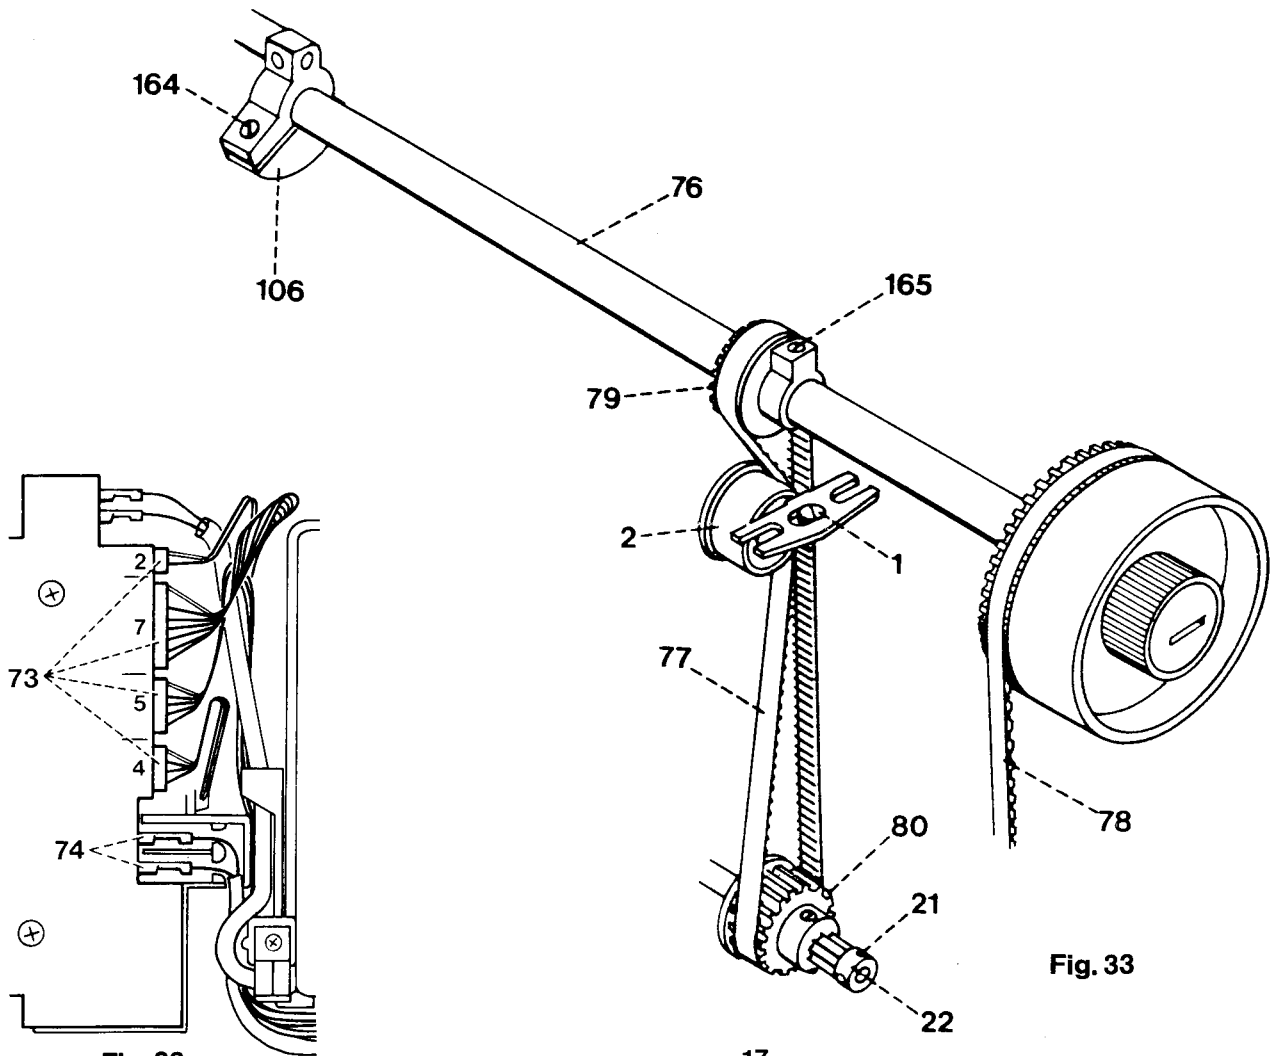

Fig. 33
- Desserrer jusqu'au serrage gras la vis 164 de la manivelle 106 (fig. 33).